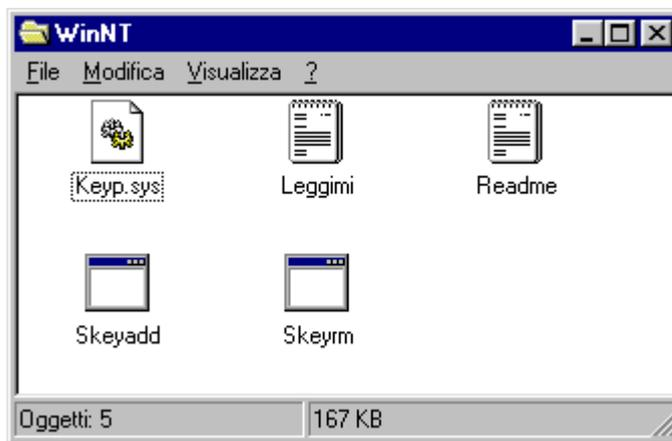

Figura 1.1 – Cartella WinNT del CD di distribuzione MAPSKIT32
3. sfogliare il contenuto del CD-ROM fino a visualizzare il contenuto della cartella WinNT (Figura 1.1)